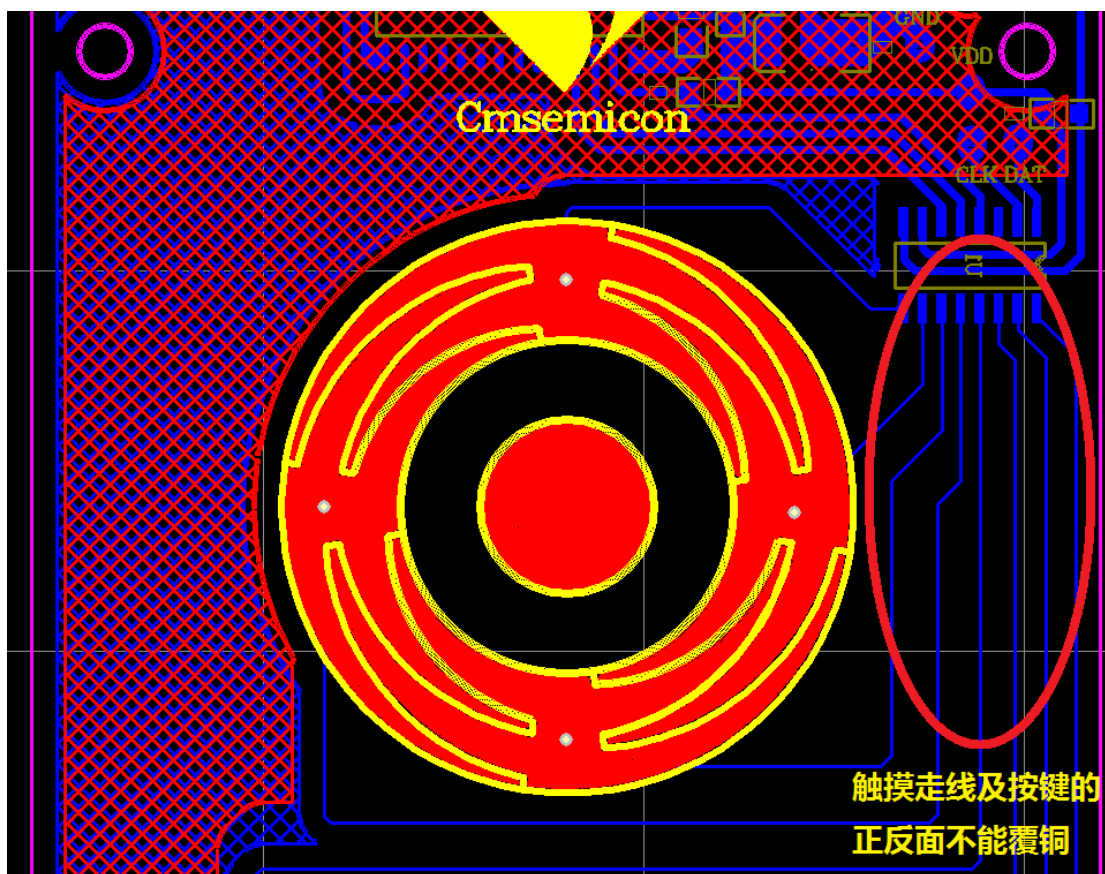

图 23
6) 如果是双面板，则要避免触摸走线和触摸按键的背面被覆铜，以免影响按键的灵敏度。如图 23 所示：